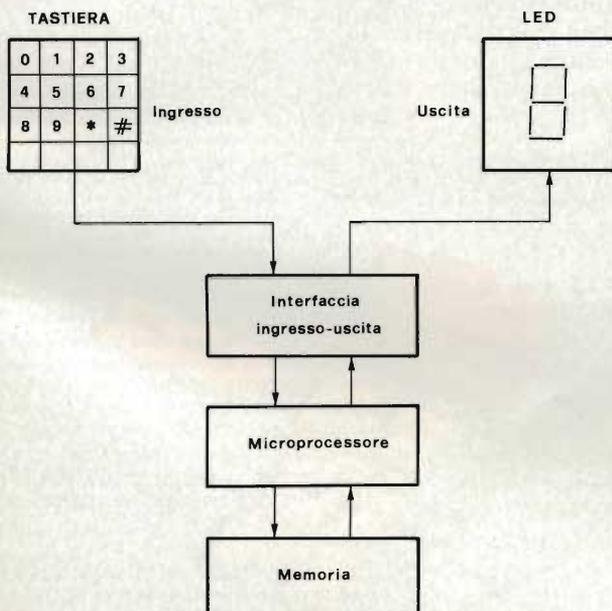

Fig. 3 - Elementi essenziali di un calcolatore tascabile.
**Fig. 3 - I circuiti integrati ibridi vengono impiegati nell'elettronica analogica e digitale. In molti casi possono essere impiegati insieme a componenti discreti normali e a circuiti integrati monolitici.**